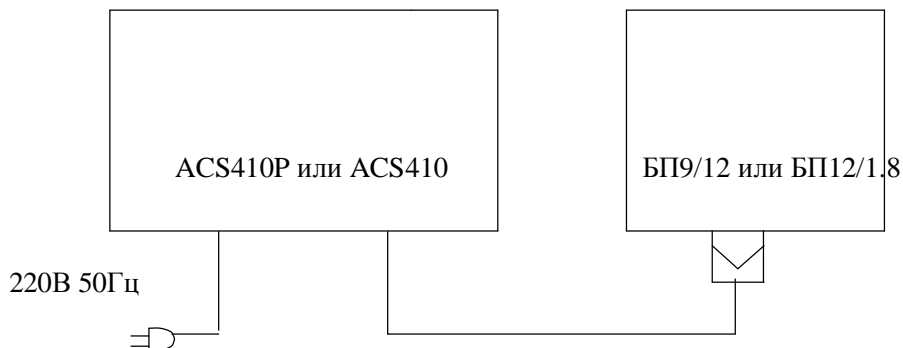

Рис. 3. Схема подключения зарядного устройства.
- 1). Подключить блоки в соответствии со схемой, изображённой на рис.3.